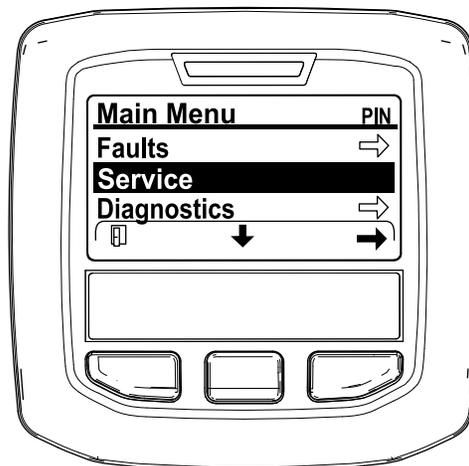

Рисунок 44
2. Перейдите в MAIN MENU (ГЛАВНОЕ МЕНЮ), нажмите среднюю кнопку, чтобы перейти вниз к SERVICE MENU (МЕНЮ ТЕХОБСЛУЖИВАНИЯ), и нажмите правую кнопку, чтобы выбрать опцию SERVICE (ТЕХОБСЛУЖИВАНИЕ) (Рисунок 44).